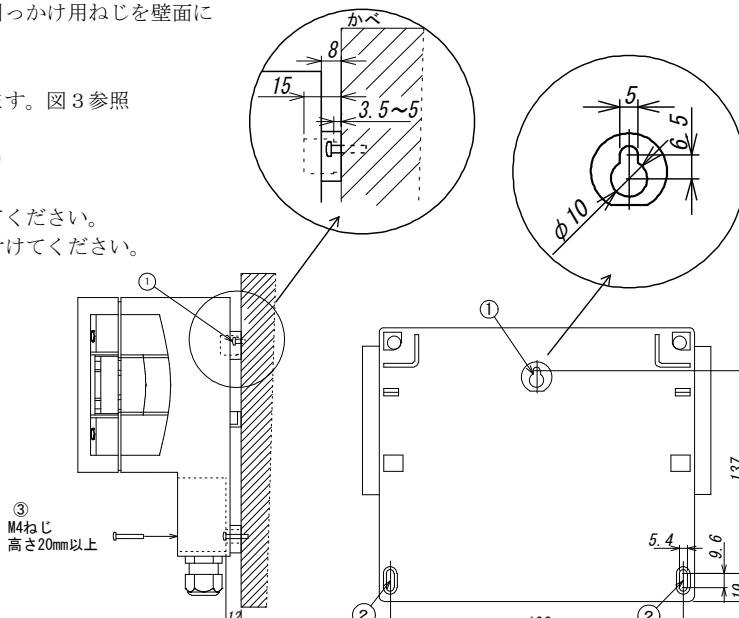

図2. 側面図
- (1) F-3153Bを壁面に固定する前に、図2①、図3①用の引っ掛け用ねじを壁面に取付けます。推奨ねじ M4 長さ10mm以上